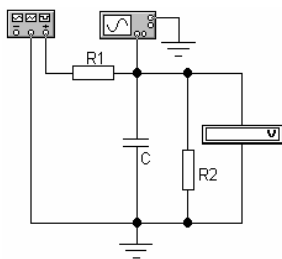

Рис. 4.
2. Экспериментальные измерения (в том числе с применением компьютера) выполняется по схеме, приведенной на рис.4.